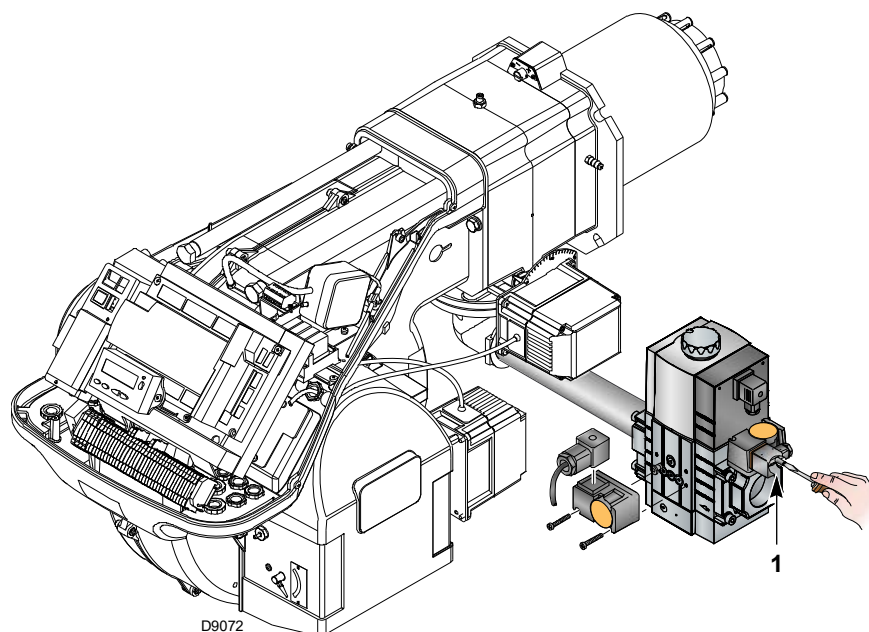

Abb. 29
- Prüfen Sie den Gasversorgungsdruck durch Anschließen eines Druckmessers an die Druckentnahmestelle 1)(Abb. 29) des Minimal-Gasdruckwächters: er muss geringer als der maximal zulässige Druck der Gasarmatur sein, der auf dem Kennschild der technischen Daten angegeben ist.
- Entlüften Sie die Leitung der Gasarmatur, indem Sie eine Kunststoffleitung an die Druckentnahmestelle 1)(Abb. 29) des Minimal-Gasdruckwächters anschließen. Führen Sie die Entlüftungsleitung aus dem Gebäude, bis der Gasgeruch wahrnehmbar ist.